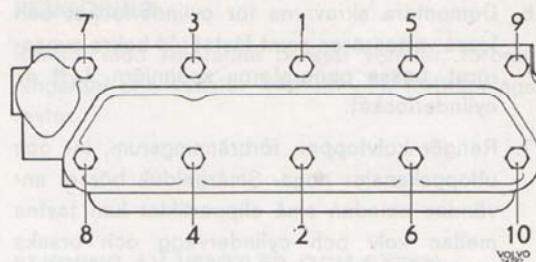

Bild 17. Åtdragningsföljd för cylinderlocksskruvar
ningsföljd enligt bild 17, för att onödiga spänningar
9. Montera ventilerna. Skruva ned styrpinnarna SVO 2435 i blocket, en i främre högra och den andra i vänstre bakre hålet, bild 20. Lägga på en ny cylinderlockspackning och nya tätningsskivor för vattenpumpen samt montera cylinderlocket. Skruva ur styrpinnarna och montera skruvarna även i dessa hål. För åtdragningsföljd och -moment, se bild 17 samt slutet av specifikationen. Montera övriga delar. Fyll på kylvätska enl. "Påfyllning av kylvätska när systemet är tömt".
3. Skruva ned styrbinnarna SVO 2435, en i främre högra och en i vänstra bakre skruvhålet, bild 20. Lägg på en ny cylinderlockspackning och därefter cylinderlocket. Skruva i cylinderlockets skruvar lätt. Demontera sist styrbinnarna och sätt i skruvarna även i dessa hål. Dra skruvarna i rätt ordningsföljd och med rätt moment. Se bild 17 och specifikationen.